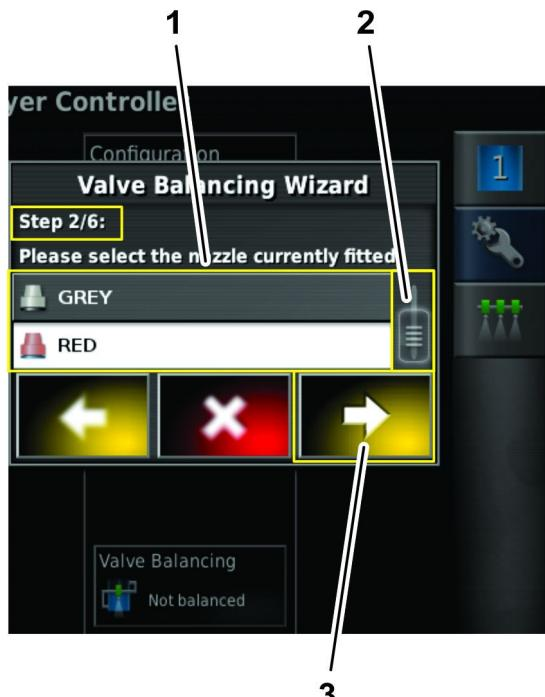

図 48
- バルブバランスウィザードのステップ 2 必要に応じてスクロールバーをドラッグして使用したい散布ノズルを表示させたら、ドロップダウンリストのノズルアイコンを押す図 48。
3. Next アイコンを押す図 48。